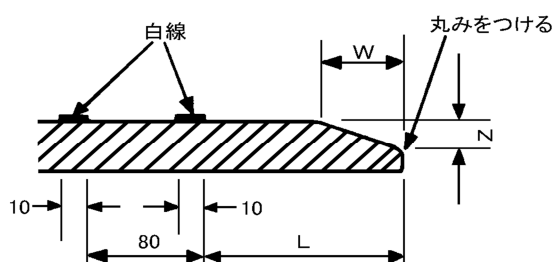

図 2-4 切管面取り寸法と白線の位置
- 4 接合に当たっては，管径に応じてフォーク，ジャッキ，レバブロック等の接合器具を使用し，管表示白線の位置まで挿入すること。（図2-4参照）
また，加工部塗装の後，所定の位置に白線を記入すること。（図2-4参照）